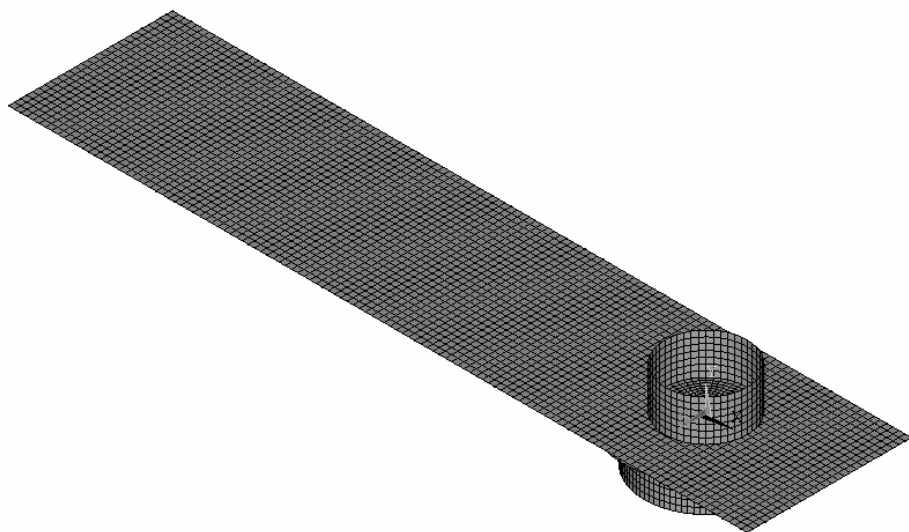

图 10-87 模型完成网格划分
(13) 依次选择 Main Menu>Preprocessor>Meshing>MeshTool, 弹出“MeshTool”窗口。选中“Shape:”后的“Quad”和“Mapped”, 然后单击“Mesh”按钮, 弹出“Mesh Areas”窗口, 单击选中钢带, 然后单击“OK”按钮。模型网格划分完成(见图 10-87)。